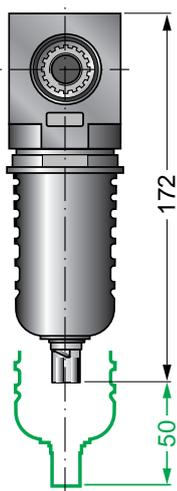

Fig. 2
This dimension is useful for the evaluation of an eventual placing in boxes or closed spaces ( fig. 2 ).
*Nei disegni tecnici di ogni componente dotato di vaso di raccolta viene indicato lo spazio necessario per lo smontaggio, considerando l'ingombro degli organi interni (filtro o cannula per il pescaggio dell'olio), questo valore è utile per valutare l'eventuale collocazione in cassette o vani chiusi ( fig. 2 ).*